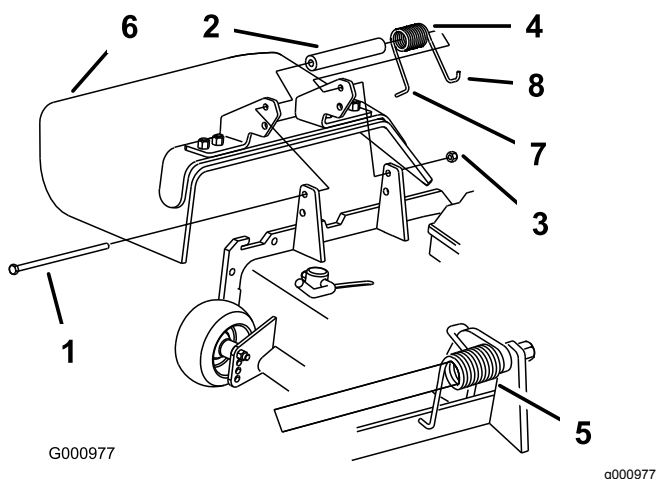

Figura 35
1. Togliete il dado di bloccaggio, il bullone, la molla e il distanziale che fissano il deflettore alle staffe orientabili del tosaerba (Figura 35). Togliete il deflettore di sfalcio se è danneggiato o consumato.
**Nota:** Assicuratevi che l'estremità a L della molla sia montata dietro il bordo dell'apparato di taglio prima di montare il bullone, come illustrato nella Figura 35.
3. Montate il bullone e il dado. Infilate l'estremità a J della molla attorno al deflettore di sfalcio (Figura 35).